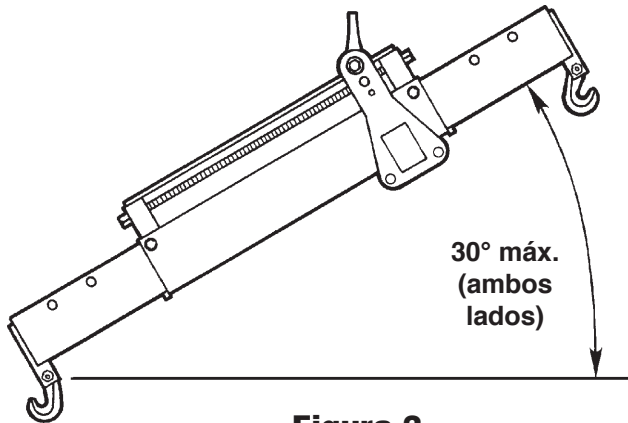
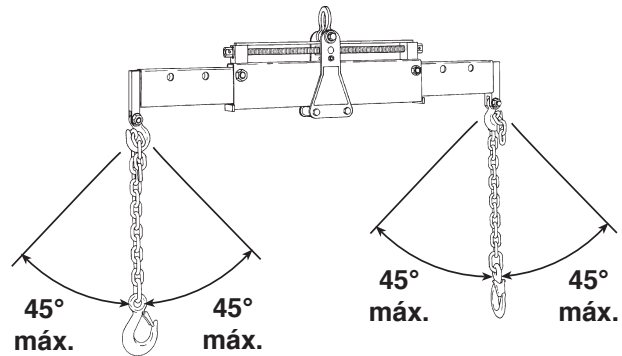

Figura 2
Figura 3
- No intente levantar una carga que exceda la capacidad máxima de 6,000 lb/2,720 kg. Un equipo con sobrecarga puede fallar y provocar lesiones personales. Para asegurarse de que las cadenas que soportan la carga no tengan un esfuerzo superior a su capacidad, no ajuste el rotor de carga a un ángulo mayor de 30° (vea la Figura 2), y no extienda las cadenas que soportan la carga más de 90° en total para ambas cadenas (vea la Figura 3).
- No ajuste el rotor de carga a un ángulo mayor de 30°. Vea la Figura 2.
- No extienda las cadenas que soportan la carga más de 90° en total para ambas cadenas. Vea la Figura 3.